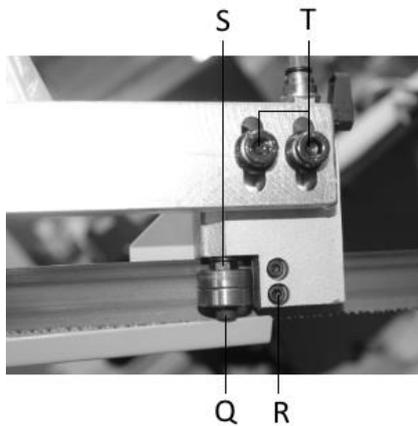

Рис.9
Отключите станок от источника питания. Ослабьте винты (Т, рис.9) и отрегулируйте направляющую таким образом, чтобы полотно было расположено с вертикальным зазором 0,1 мм. Затяните винты (Т). Ослабьте фиксирующие винты (Q) и отрегулируйте эксцентрик втулки (S) таким образом, чтобы расстояние от полотна до ролика было 0,05 мм, а полотно находилось вплотную к неподвижному сухарю, рис. 9. Затяните фиксирующие винты (Q).